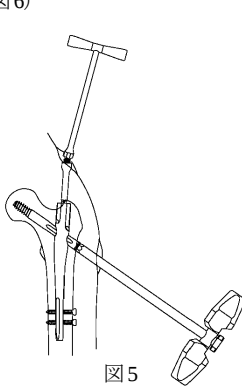

図 5
- 5) 内部のセットスクリューが固着している場合は、一旦、ネイル抜去用アダプタを取り外し、ロッキングエクストラクター用ユニバーサルT レンチを用いて、抜去用ラグスクリューT レンチを把持しながらネイル内部六角部を完全に緩めた後 (図 5)、グリップハンドルに装着したロッキングエクストラクター用ドライバーをセットスクリューにねじ込み、グリップハンドルを引き上げることでセットスクリューの固着を外します。 (図 6)